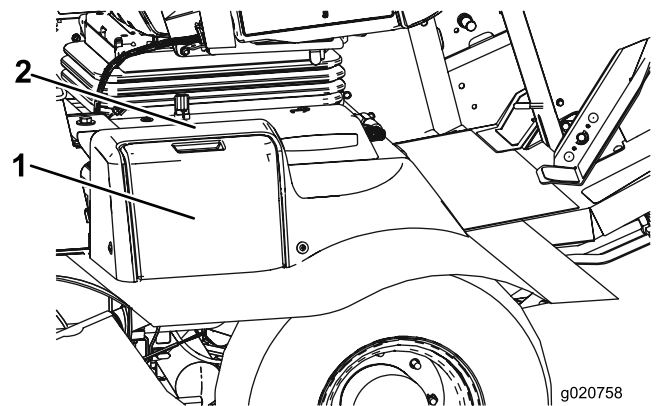

図 51
1. バッテリーカバーを開いてシュラウドの上に置く 図 51。
注 バッテリーカバーの上部の平らな面を下向きに押しすとカバーを簡単に外すことができます 図 51。